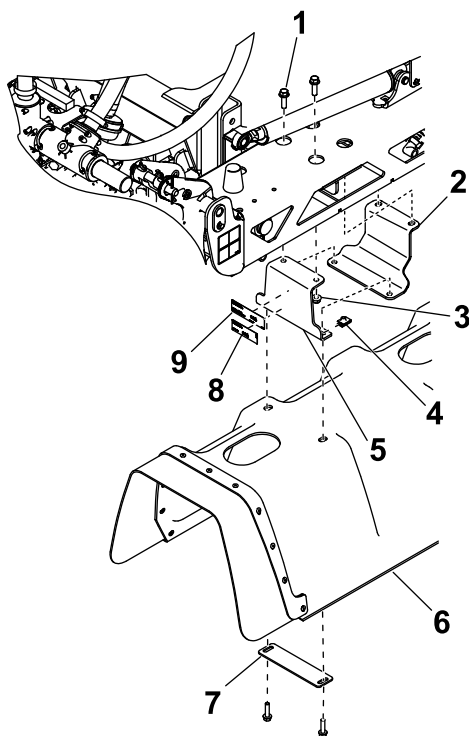

Figura 8
Aplique la pegatina del número de modelo/serie y la pegatina legal a uno de los soportes del brazo central, según se muestra en Figura 8.
1. Instale los 2 soportes centrales y las placas de montaje en el brazo central usando 2 pernos de cabeza hexagonal (3/8" x 1 1/4") y 2 tuercas con arandela prensada (3/8"), según se muestra en Figura 8.
2. Instale la cubierta central en los soportes del brazo central con 4 tuercas de chapa, 2 chapas-arandela y 4 pernos de cabeza hexagonal (5/16" x 1 1/4"), según se muestra en Figura 8.